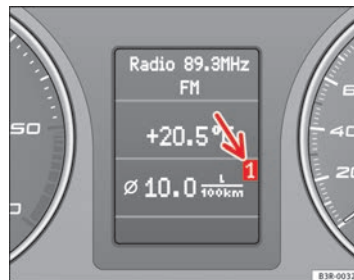

Fig. 59 Computer di bordo: Livello di carico merci 1
Il numero visualizzato sul display indica in quale memoria ci si trova ⇒ fig. 59. Se sul display appare 1 vengono visualizzati i dati del tragitto parziale. Se appare 2 vengono visualizzati i dati del tragitto complessivo.
- Premere brevemente più volte il tasto Reset **(B)** finché sul display non compare il computer di bordo (livello 1 o 2) ⇒ pag. 89, fig. 59.